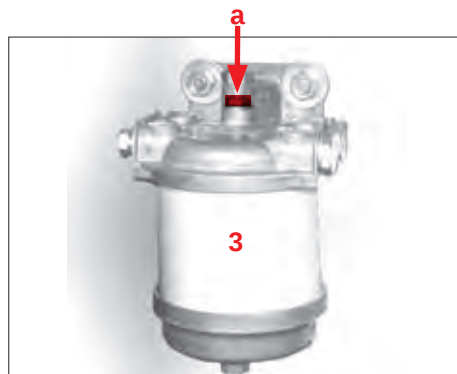

Fig. 75
2. Skru skruen Pos. a (Fig. 75) af.
3. Løsn brændstof-hovedfilteret Pos. 3 (Fig. 75).
8. Skru skruen Pos. a (Fig. 75) fast.